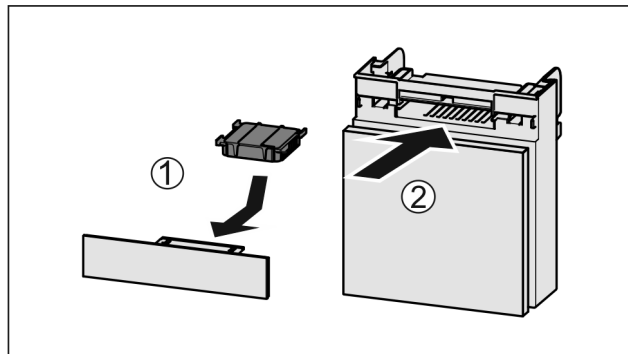

Fig. 77
- Insérer le filtre à charbon actif d'après le schéma Fig. 77 (1).
- Insérer le compartiment Fig. 77 (2).